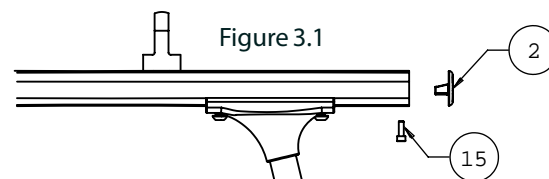

Figure 3.1
3. Insérez le capuchon d'extrémité de la barre transversale avec la surface de montage plane orienté vers le bas dans l'extrémité de la barre transversale en utilisant le trou de passage en partie inférieure de la barre transversale et le SHCS M6 (pièce 15). Serrez le SHCS M6 en utilisant la clé Allen de 3/16". Répétez l'opération pour le côté opposé. Reportez-vous à la figure 3.1